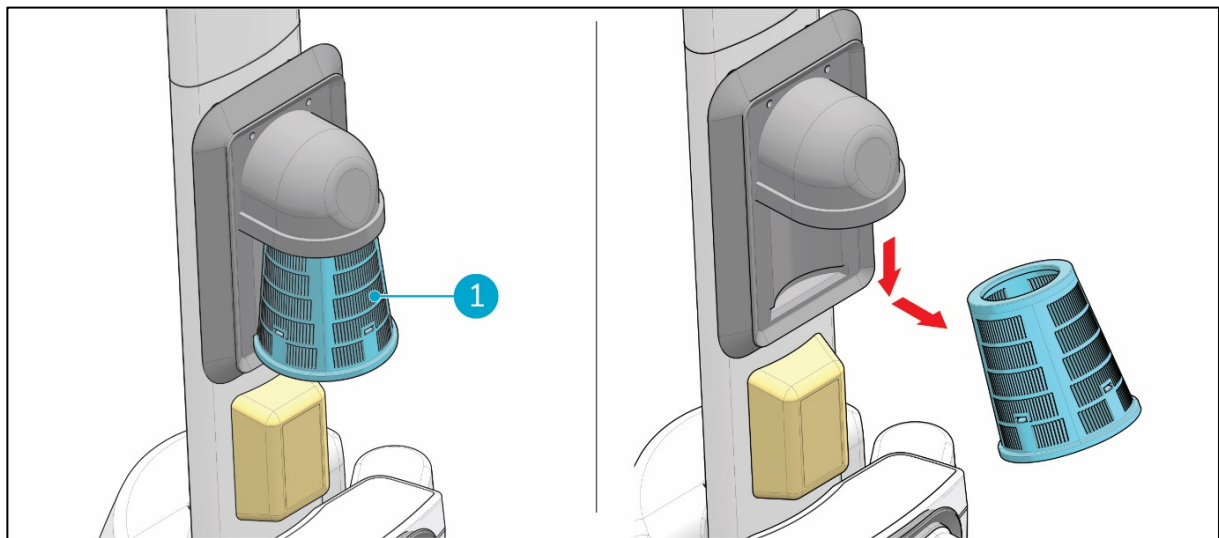

Abbildung 22
3. Lösen Sie den blauen Saugfilter (Figure 22, Pos. 1) aus der Gummihalterung, indem Sie ihn leicht neigen und dann herausziehen.